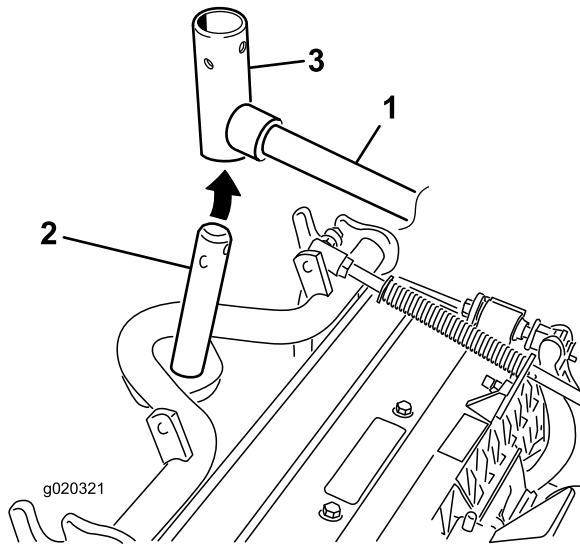

Figura 7
8. Per gli elementi di taglio anteriori, infilate un elemento di taglio sotto il braccio di sollevamento mentre inserite l'albero del telaio portante nella forcella del braccio di sollevamento (Figura 7).
- B. Inserite la forcella del braccio di sollevamento nell'albero del telaio portante (Figura 7).